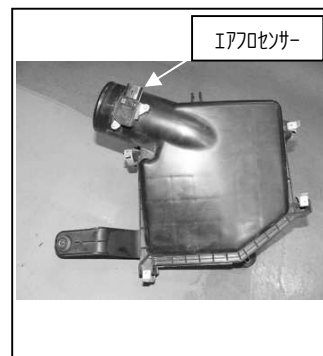

図3
- ③取り外したクリーナーBOXより、エアフロセンサを取り外します。図3参照